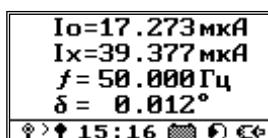

Рисунок 80
7.1.4.11 Затем необходимо выждать два-три интервала усреднения и, убедившись в стабильности отображаемых данных (рисунок 80), нажать кнопку , зафиксировав результаты второго этапа измерений – токи  $I_{o2}$  и  $I_{x2}$ . При необходимости сохранения измеренных величин на SD-карте – нажмите кнопку .